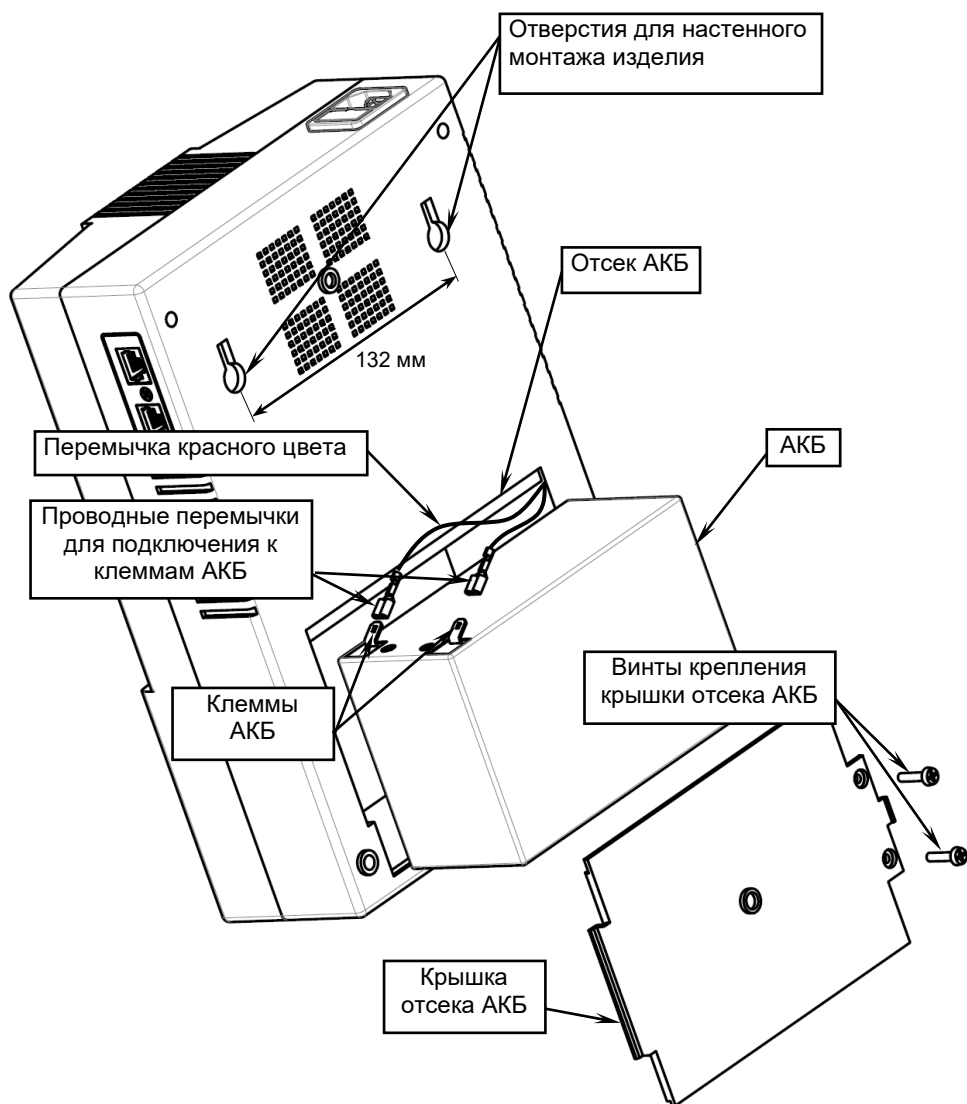

Рисунок 3 – Общий вид изделия сзади, отсек АКБ открыт.
- отсек со встроенной аккумуляторной батареей, с возможностью ее быстрой замены (см. рисунок 3);
При горизонтальном размещении изделие можно установить на любую плоскую поверхность (стол, стеллаж и т. п.). При вертикальном размещении необходимо подготовить места крепления в соответствии с расположением крепежных отверстий на задней стенке корпуса изделия, (см. рисунок 3) крепеж в комплект поставки не входит).
2. Откройте крышку аккумуляторного отсека (см. рисунок 3).